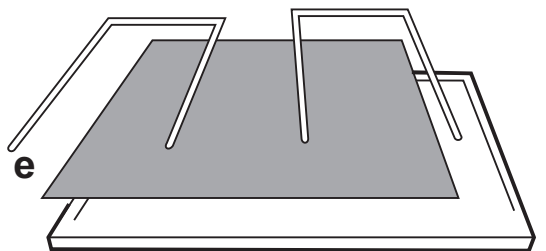

Fig. 3
3. Fjern blokkeringsinnretningen for fettfilteret. **Fig. 3 (e).**